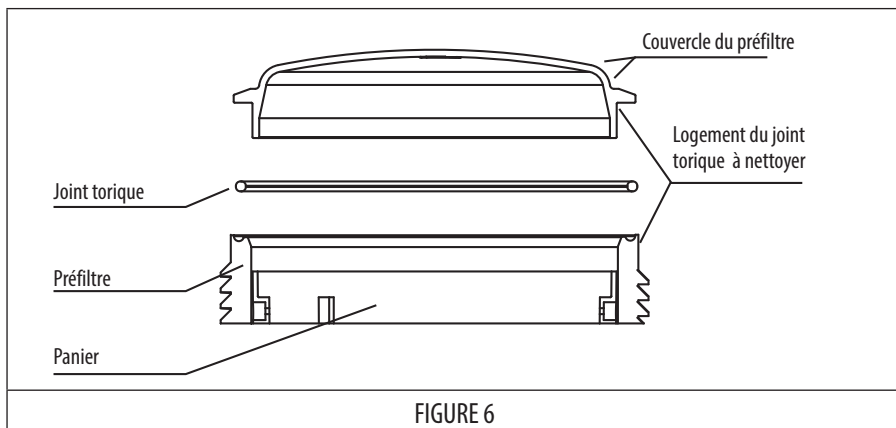

FIGURE 6
- Chaque fois que le préfiltre est ouvert, nettoyez toute saleté sur le joint et son logement afin de vous assurer que le couvercle est bien étanche lorsqu'il est fermé (Figure 6).